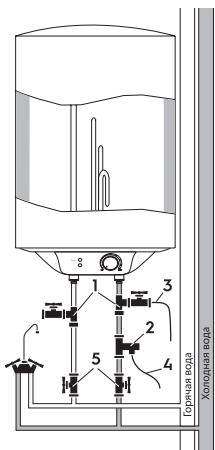

Рис. 3.
2. Подключение обратного предохранительного клапана (рис.3, поз. 2): клапан следует устанавливать в месте входа холодной воды (удостоверьтесь, что гибкая сливная трубка (рис.3, поз. 4) установлена, на отверстие спуска давления и слив воды и направлена вниз в специальный дренаж для удаления воды).
3. При подключении к системе водоснабжения необходимо предусмотреть и реализовать установку индивидуальных запорных вентилей (рис. 3, поз. 5) на линии подачи холодной воды в водонагреватель и на линии выхода горячей.
5. Для упрощения процесса слива воды из водонагревателя рекомендуется на входе и выходе воды из водонагревателя установить тройники (рис. 3, поз.1).